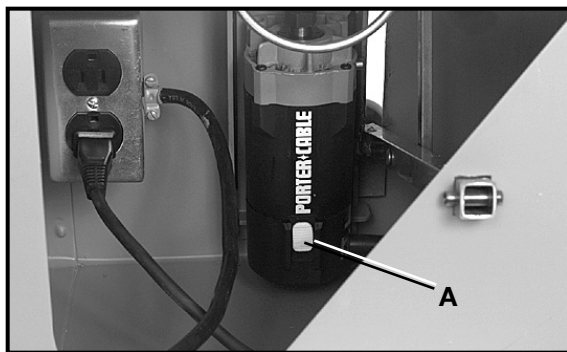

Fig. 11
4. Branchez le cordon d'alimentation du moteur de perceuse dans une prise de courant (voir Fig. 11).
5. Mettez l'interrupteur (A) Fig. 11, du moteur de perceuse en position de marche.